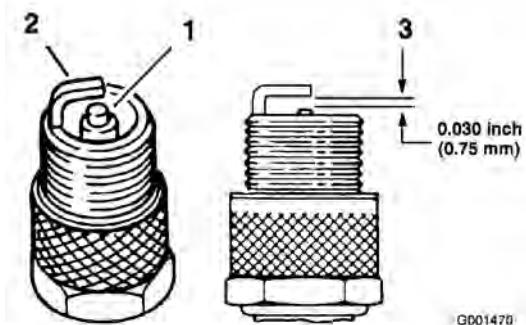

Figura 36
- Mire la parte central de las bujías (Figura 36). Si se observa un color gris o marrón claro en el aislante, el motor está funcionando correctamente. Si el aislante aparece de color negro, significa que el limpiador de aire está sucio.
- Compruebe la separación entre los electrodos central y lateral (Figura 36). Si la distancia no es correcta, doble el electrodo lateral (Figura 36).